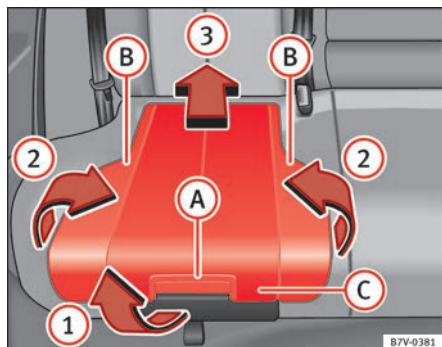

Fig. 29 Cadeira de criança integrada: levantar a almofada.
- Puxe a almofada para a frente através do manípulo de desbloqueio ⇒ Fig. 29 **A** na direcção da seta **1**.